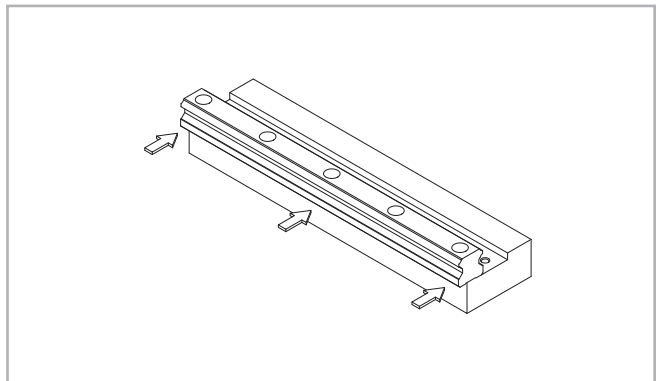
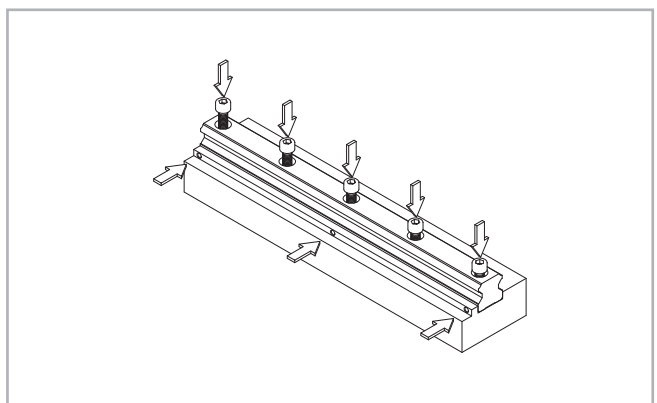

Abb. 52
Abb. 53
(2) Legen Sie die Führungsschiene vorsichtig auf die Montagefläche (s. Abb.52) und ziehen Sie die Befestigungsschrauben vorübergehend leicht an, so dass die Führungsschiene die Montagefläche leicht berührt (richten Sie die Führungsschiene an der Schulterkante der Montagefläche aus, s. Abb. 53).